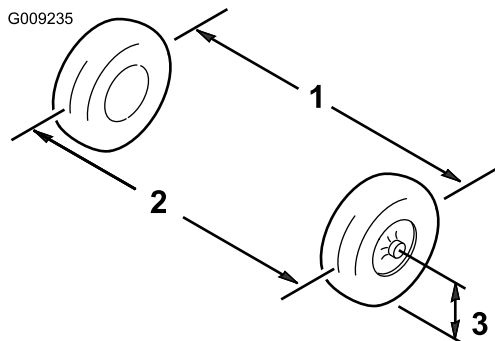

Figura 54
6. Mida la distancia entre los neumáticos delanteros a la altura del eje, en la parte delantera y trasera de las ruedas (Figura 54).